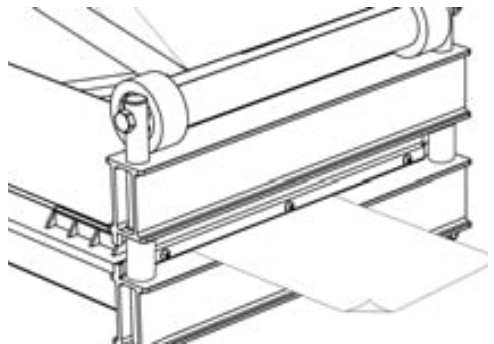

FIGURE 8
3. Couper une feuille de papier pour s'assurer du bon réglage de l'outil (Fig. 8).